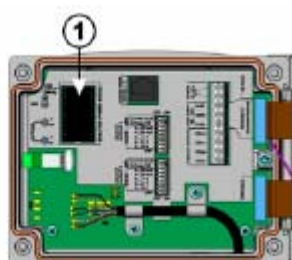

图37 电流输出隔离模块
数字对应上图37
- 2.打开变送器盖将DC/DC变换器模块紧固到图37所示的母板上。